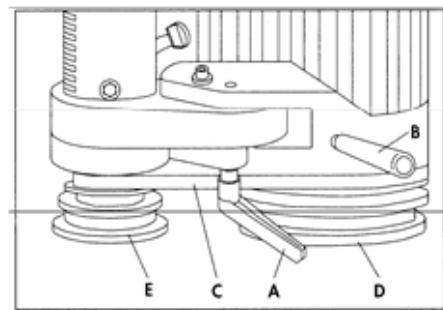

Рис. 3.8
Ослабьте стопорный рычаг (A) Рис. 3.8, затем переместите рукоятку натяжения (B) влево, чтобы ослабить натяжение ремня. Затем переместите ремень (C) на необходимые ручья шкивов двигателя (D) и шпинделя (E). После того, как ремень расположен на необходимых ручьях шкивов двигателя и шпинделя, переместите рукоятку натяжения (B) вправо, зафиксировав натяжение ремня, затяните стопорный рычаг (A).